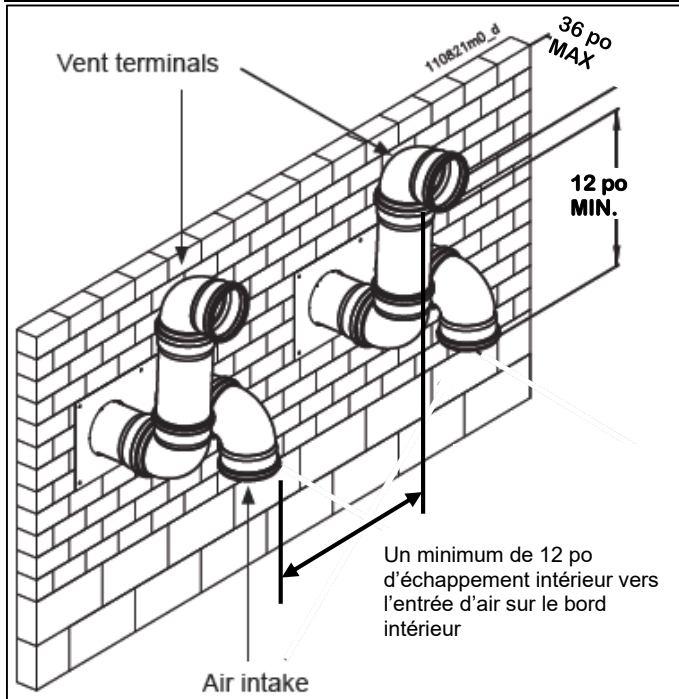

Figure 10.18
1. À l'extrémité de l'installation de plusieurs chaudières, réaliser les extrémités de ventilation/air comme décrit dans ce manuel (Figure 10.18).
2. Placer les pénétrations murales de façon à obtenir un dégagement minimal de 305 mm (12 pouces) entre le bord intérieur de l'évent d'échappement et le bord intérieur du coude d'admission d'air, comme le montre ci-dessous la figure 10.18 pour les installations aux États-Unis.
Lorsque deux (2) dispositifs d'évacuation directe ou plus disposent d'aérations proches l'une de l'autre, chaque appareil doit être mis à l'air libre individuellement. Ne JAMAIS utiliser un évent commun ou percer l'évent de cet appareil. Lorsque deux (2) dispositifs de ventilation directe ou plus installés à proximité l'un de l'autre, les deux (2) extrémités d'évent doivent être installées comme le montrent les figures 10.18 ou 10.22. Il est important que les extrémités des événements soient faites comme indiqué pour éviter la recirculation des gaz de combustion.